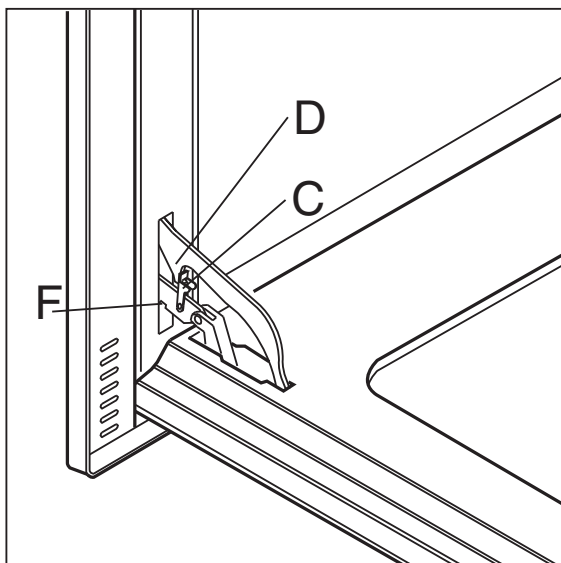

Figure 4
Il convient de démonter la porte en se conformant aux indications suivantes pour nettoyer le four à fond : introduire l'élément (C) (fig. 4) à la hauteur de la charnière (D). Ouvrir la porte à moitié et tirer celle-ci des deux mains vers soi jusqu'à ce que l'élément la décroche. Pour remonter la porte, procéder de la même façon mais en sens inverse en ayant soin d'introduire correctement les deux guides (F).